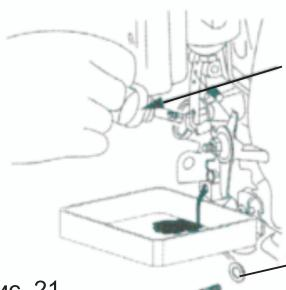

Рис. 21
2. Выверните маслозаливную и сливную пробки и слейте масло в заранее приготовленный поддон (Рис. 21).